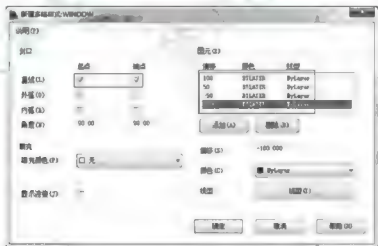

图7-25
**步骤1:** 新建一个名为“Window”的多线样式, 具体参数设置如图7-25所示。